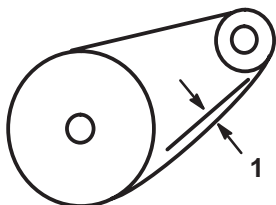

Figure 34
7. Vérifiez la flèche de la chaîne en la soulevant en exerçant une pression modérée à mi-chemin. La flèche doit être comprise entre 3 et 10 mm (Fig. 34).